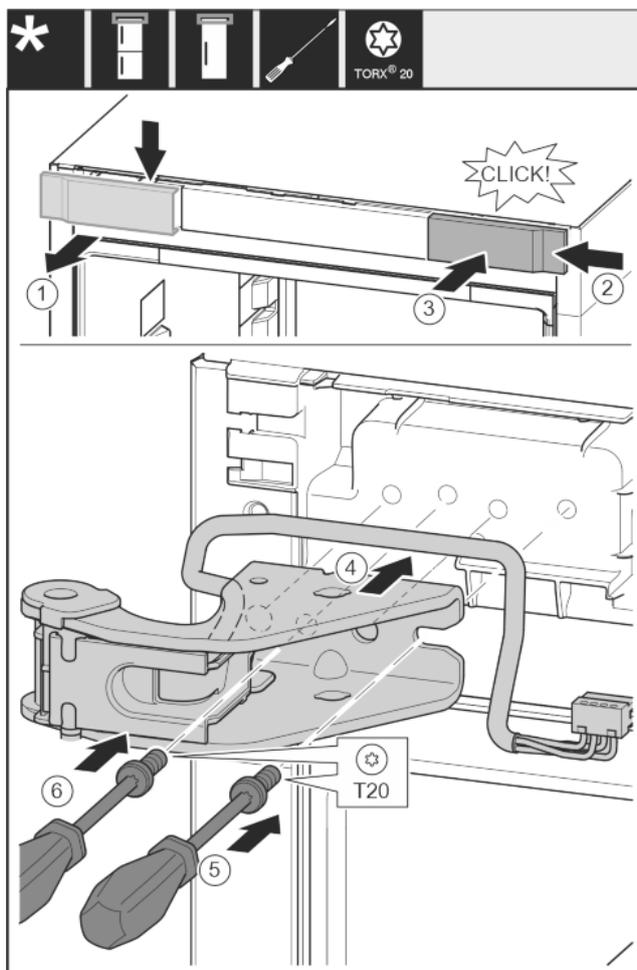

Fig. 25
- ▶ Retirer le couvercle du haut vers l'avant. Fig. 25 (1)
- ▶ Accrocher le cache tourné de 180° de l'autre côté à droite. Fig. 25 (2)
- ▶ Encliqueter le cache. Fig. 25 (3)
- ▶ Mettre en place le support de palier supérieur. Fig. 25 (4)
- ▶ Mettre en place la vis avec un tournevis T20 et la serrer. Fig. 25 (5)
- ▶ Mettre en place la vis avec un tournevis T20 et la serrer. Fig. 25 (6)